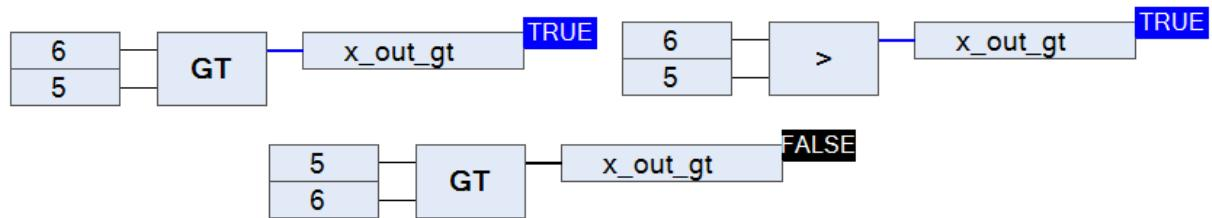

Рисунок 2.31 – Оператор сравнения «Больше»
**Оператор сравнения «Больше».** Оператор сравнения «Больше» может обозначаться письменно как «GT», так и символично «>». Работает следующим образом: если значение первого входа больше значения второго – результатом будет логическая единица, иначе – логический ноль (рис. 2.31).